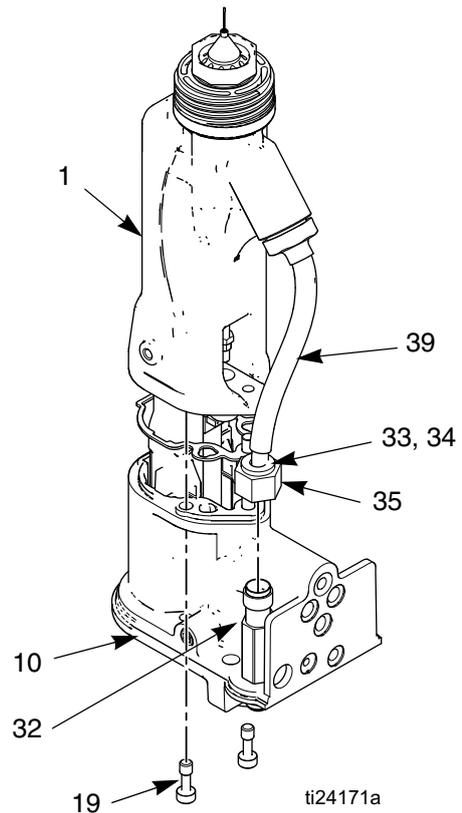

图 24. 枪筒拆卸
3. 小心拧松流体接头螺母（35）。将管子（39）拉出管接头（32）。确保两个套圈（33、34）和螺母留在管子上。参见图 24。
5. 拧松两个螺钉（19）。参见图 24。